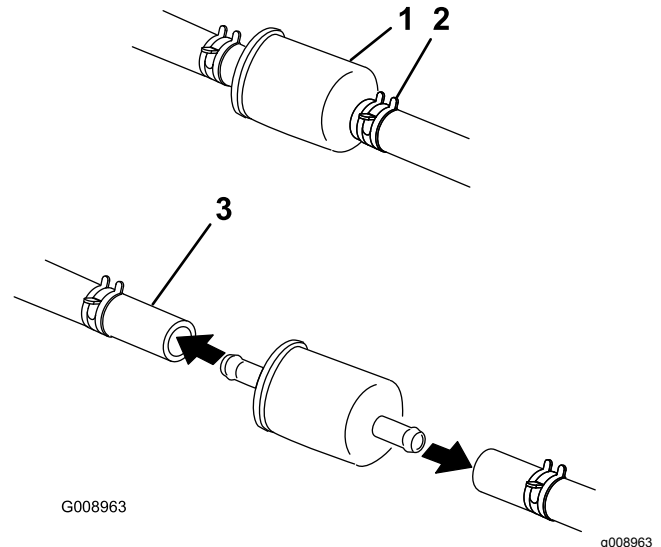

Figura 63
4. Cierre la válvula de cierre de combustible, situada debajo del asiento (Figura 63).
5. Apriete los extremos de las abrazaderas y deslícelas por la manguera alejándolas del filtro (Figura 63).
7. Instale un filtro nuevo y acerque las abrazaderas al filtro (Figura 63).